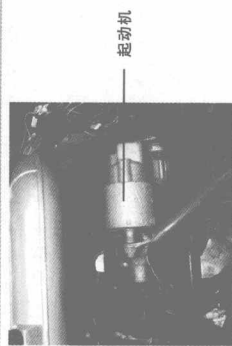

图2-2 启动机安装位置
- ① 蓄电池有故障。蓄电池自身亏电或发电机发电量不足
- ② 启动机有故障
- ③ 线路有故障
5) 拆下启动机检查，启动机内部正常（启动机安装位置如图2-2所示）。将启动机夹在台虎钳上，对启动机进行无负荷测试。用导线将启动机外壳接至蓄电池负极，用粗导线将蓄电池正极和启动机电枢的“+B”端子接在一起，用导线短接蓄电池正极和启动机电枢开关，启动机立即转动起来，转速3000r/min，听声音，启动机转动有力